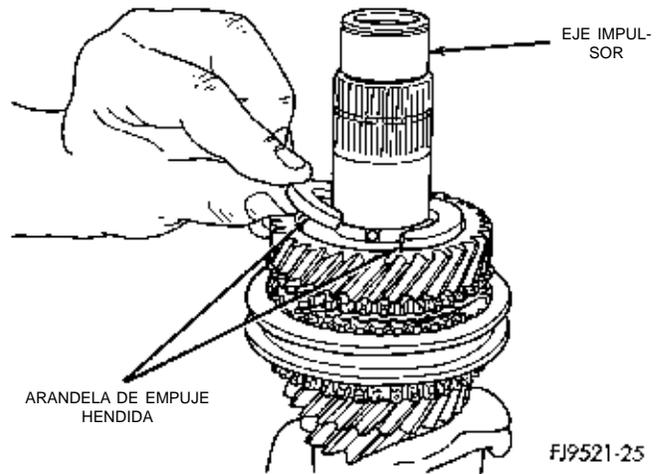

Fig. 92 Instalación de la arandela de empuje hendida
- (8) Instale la arandela de empuje hendida en el eje impulsor (Fig. 92).